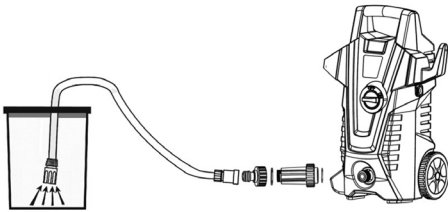

Рис. 8 Подключение аппарата к накопительной емкости
2. После полного заполнения шланга водой опустите свободный конец шланга в емкость с водой (Рис. 8).